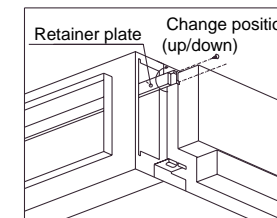

Fig.2
- (2) When using filter box PAC-KE63·80·140TB-F (using filter : high-efficiency filter), change the position (up/down) of the retainer plate. (Fig. 2)
- 高性能フィルターを使用する場合は固定板を上下に入れ換えて付けてください。(図2)